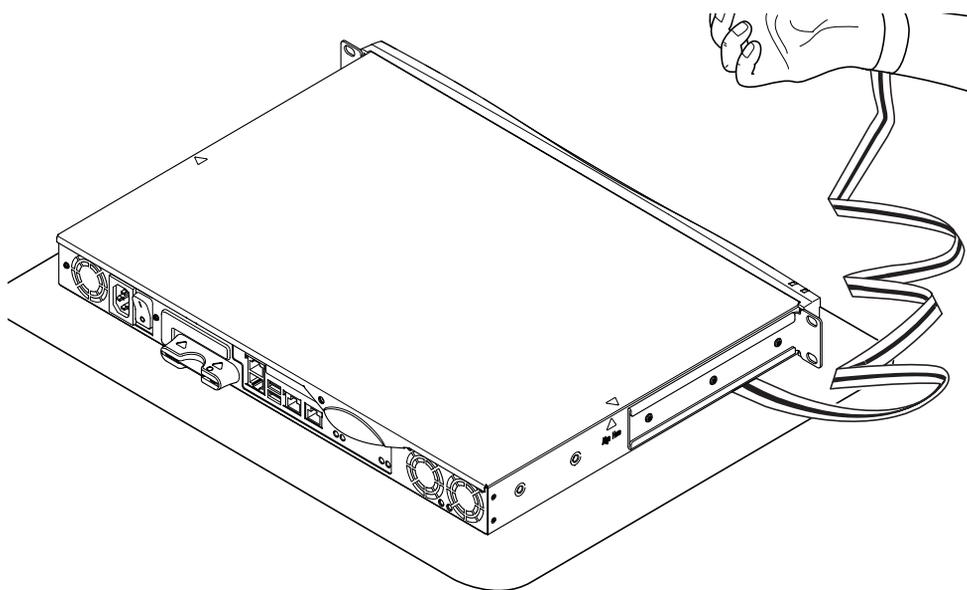

FIGURE 8-2 Utilisation du bracelet antistatique fourni avec le système
Attention – Le système comporte des pièces électroniques extrêmement sensibles à l'électricité statique. Ne touchez pas les parties métalliques. Placez le serveur sur un coussin ESD (voir la FIGURE 8-2). Utilisez le bracelet antistatique fourni avec le système et fixez-le à la base métallique du système avant de toucher les composants internes.
1. Placez l'unité sur une surface ESD et portez un bracelet antistatique (voir la FIGURE 8-2).
1. **Placez l'unité sur une surface ESD et portez un bracelet antistatique (voir la FIGURE 8-2).**